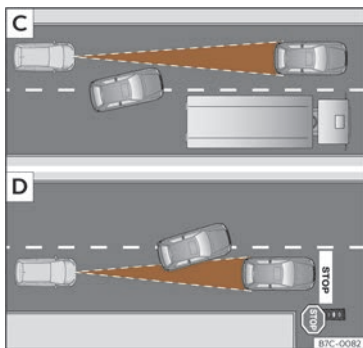

Fig. 134 [C] Cambio de carril dun vehículo.
- Vehículos que cambien ao carril polo que vostede circula a pouca distancia do seu vehículo >>> fig. 134 [C].
O ACC pode non reaccionar ante vehículos parados. Se por exemplo, un vehículo detectado polo ACC xira ou se afasta e diante do mesmo atópase un vehículo parado, o ACC non reaccionará ante este >>> fig. 134 [D].